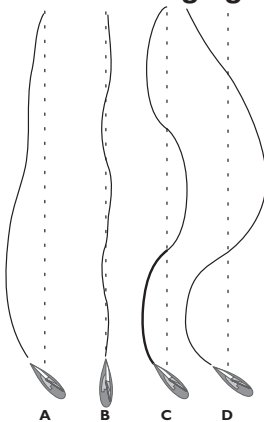

Fig 4.4 - Effets du réglage du Gain
La Fig 4.4 montre l'effet d'un niveau de gain trop faible (A) – le temps de retour du navire sur le cap correct est très long. B illustre le réglage idéal grâce auquel les corrections d'erreurs sont rapides. C illustre les effets d'un Gain trop fort, qui entraîne une oscillation du navire de part et d'autre du cap correct. Un gain excessif (D) crée une tendance à l'instabilité de route, conduisant à une augmentation progressive de l'erreur.